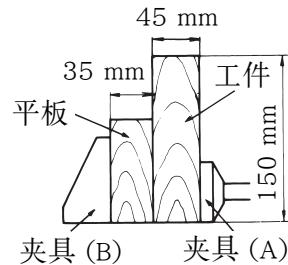

图 11
(2) 图 11 表示在 45 度处锯割宽材料时的尺寸。使用如图所示的平板，可锯割最大尺寸为 45 mm(宽)×150 mm(高)的宽工件。本工具出厂时，锯条被设定在 130 mm 高的位置。要锯割高度为 150 mm 宽的工件时，请调节把手的位置。(请参照第 7 页上的 4. 把手位置的调整)